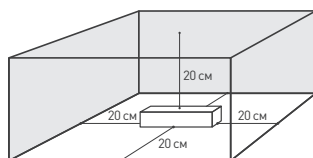

Рис. 2. Свободное пространство вокруг источника
- 4.3. Для естественной вентиляции обеспечьте не менее 20 см свободного пространства вокруг источника питания, как изображено на рис. 2. При невозможности обеспечить свободное пространство используйте принудительную вентиляцию. В случае установки в ограниченном пространстве (например, лайтбокс или профиль) предусмотрите обеспечение требуемого температурного режима источника питания согласно рис. 3.